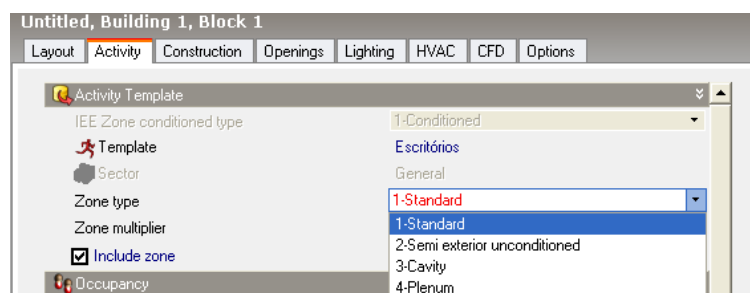

Figura 8 - Opção Zone Type.
10. Na mesma secção do **Activity template** tem a caixa de texto **Zone Type** (ver Figura 8), onde pode escolher: